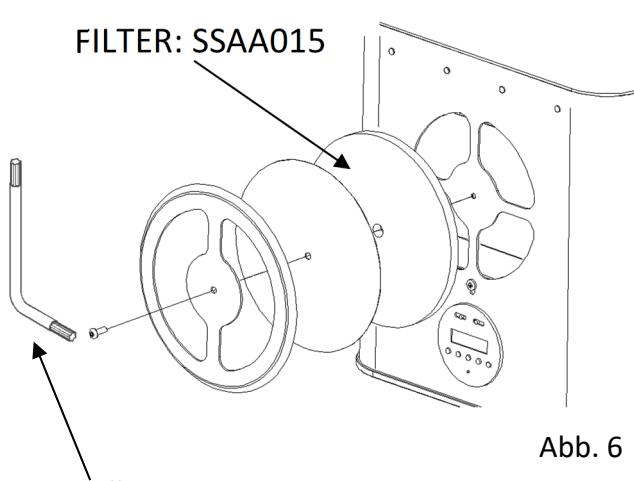
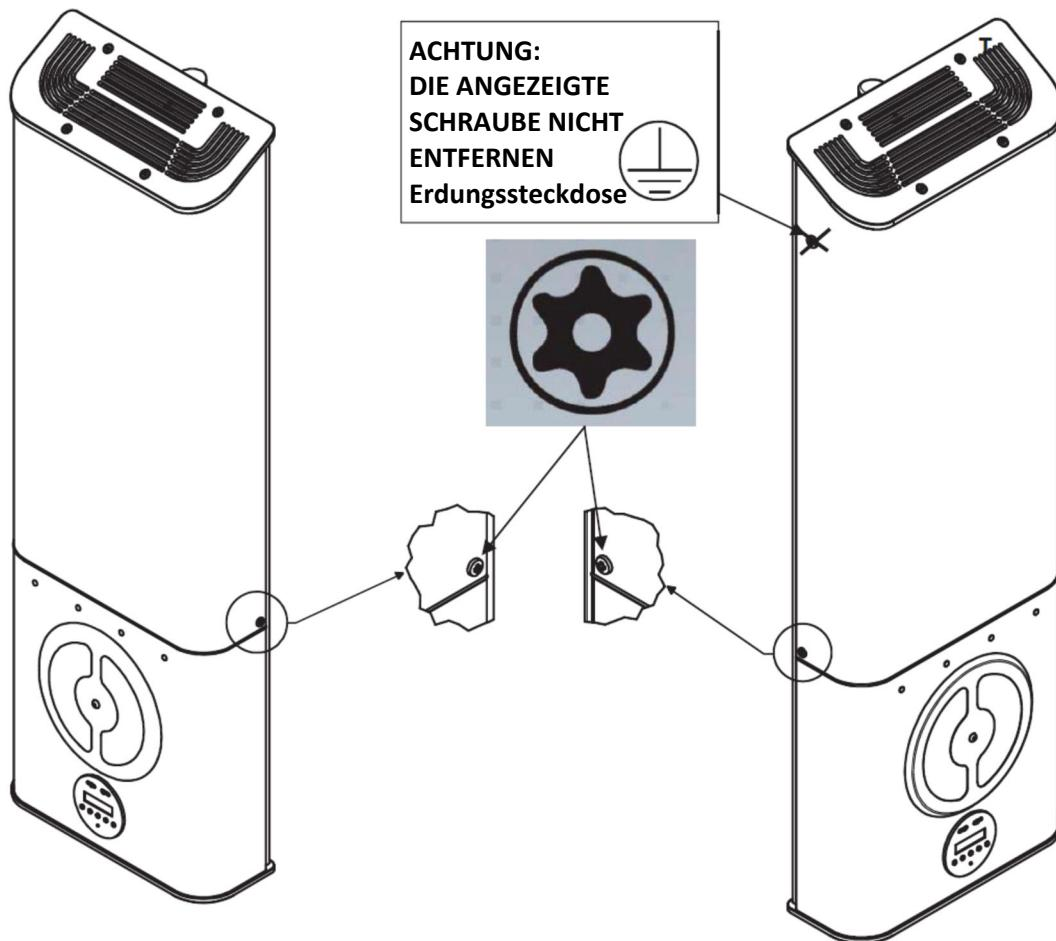

Abb. 6
Abb.8
- 2- Entfernen Sie den vorderen Teil der Düse, in dem sich der Filter befindet. (Abb.6)
- 4- Bringen Sie die Vorderseite der Entlüftung in der in Abb. 6 angegebenen Reihenfolge wieder an Abb.6
1. Mit Hilfe des mitgelieferten L-Schraubenschlüssels ( 3MECL0001) für die entsprechenden Sicherheits- TORX Schrauben (Abb.6) die schrauben auf den Gehäuseseitenteilen entfernen (Abb.8).